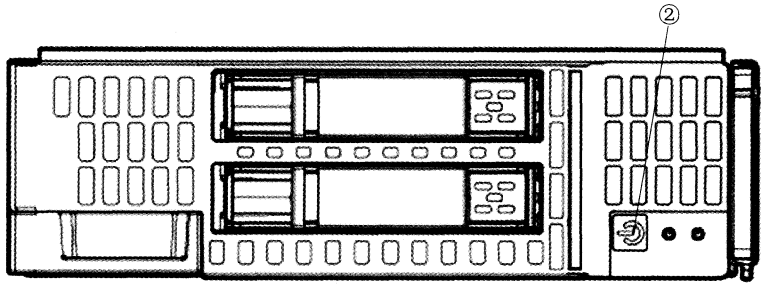

图 9-86 按下电源键
- ① 服务器没有开机。
- ② 电源供电不足(OA 配置电源冗余模式不合理)造成服务器未启动。
- ③ 内存问题造成服务器未启动。
- ④ 其他问题导致(根据管理显示屏/OA 提示进一步分析处理)。
(6) 检查 OA 配置并按下电源键
如图 9-86 编号②所示,按下电源键将服务器开机。